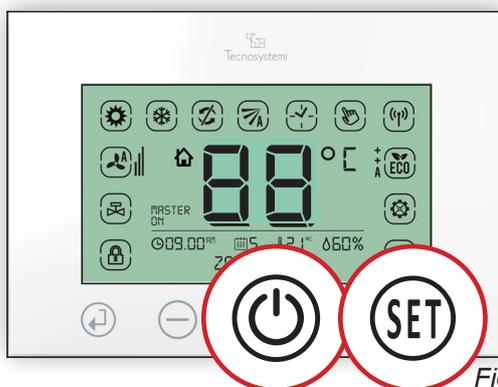

Fig.50
1. Premere contemporaneamente per 10 secondi i tasti **(⏻)** e **(SET)** fino a quando compariranno tutti i simboli del Cronotermostato (per 3 secondi).(Fig.50)